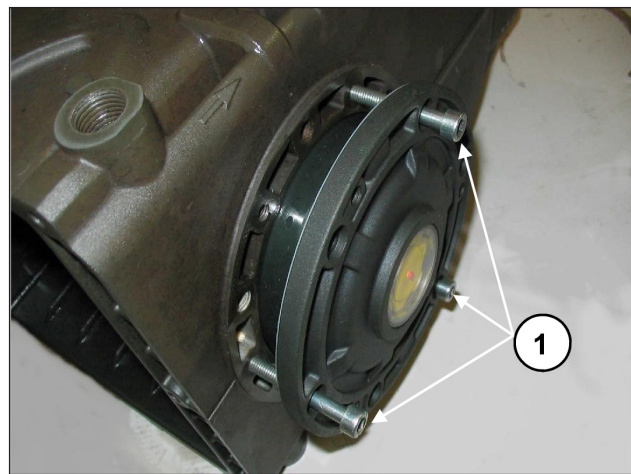
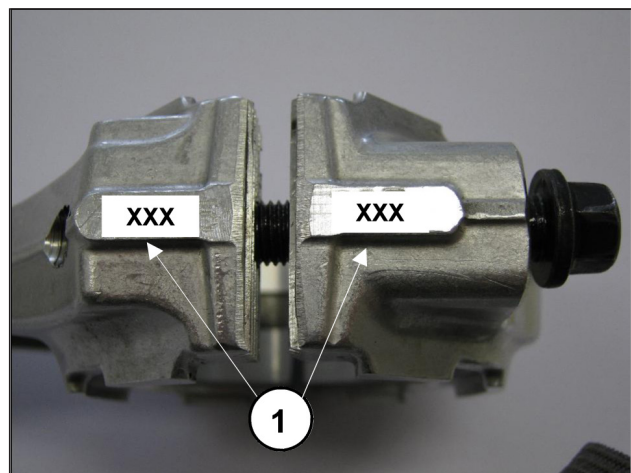

Fig. 8
Fig. 9
Pour faciliter l'insertion du premier tronçon et donc l'insertion des couvercles sur le carter, il est conseillé d'utiliser 3 vis M6x40 partiellement filetées (Fig. 8, rep. ①) pour ensuite compléter l'opération avec les vis fournies (M6x18).
- Assembler les chapeaux de la bielle aux corps relatifs en se référant à la numérotation (Fig. 9, rep. ①).
Pour l'assemblage des deux couvercles latéraux au carter, on peut utiliser 3 vis M6x40 pour une première phase d'orientation, comme l'indique la Fig. 8, et les vis prévues pour la fixation finale.
Après avoir démonté les couvercles latéraux, voir parag. 2.1.1, retirer la bague externe des roulements situés sur les couvercles correspondants et la bague interne avec la partie restante du roulement situés sur les deux extrémités de l'arbre, au moyen d'un chasse-clou normal ou d'un outil équivalent, comme l'indiquent les Fig. 8 et Fig. 9.